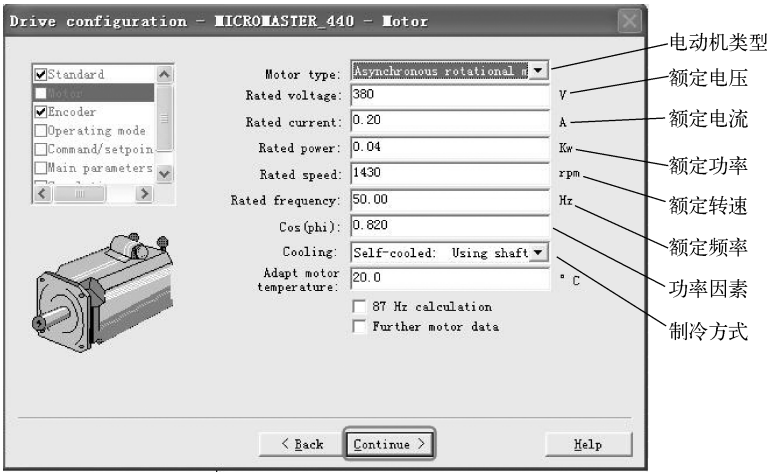

图 11-68 设置电动机参数
2) 电动机参数的设置。设置电动机的类型（本例为异步电动机）、额定电压、额定电流、额定功率、额定转速、额定频率、功率因素和制冷方式（本例为自制冷），单击“Continue”（继续）按钮，如图 11-68 所示。